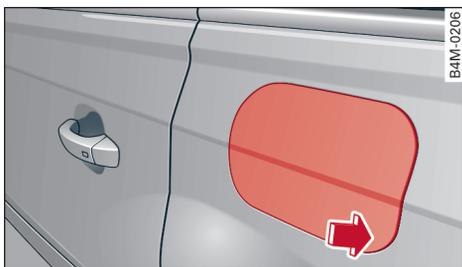

图 152 汽车后右侧: 打开充电单元的盖子
- ▶ 要打开充电单元的盖子时, 请按盖子右侧  $\rightarrow$  图 152。